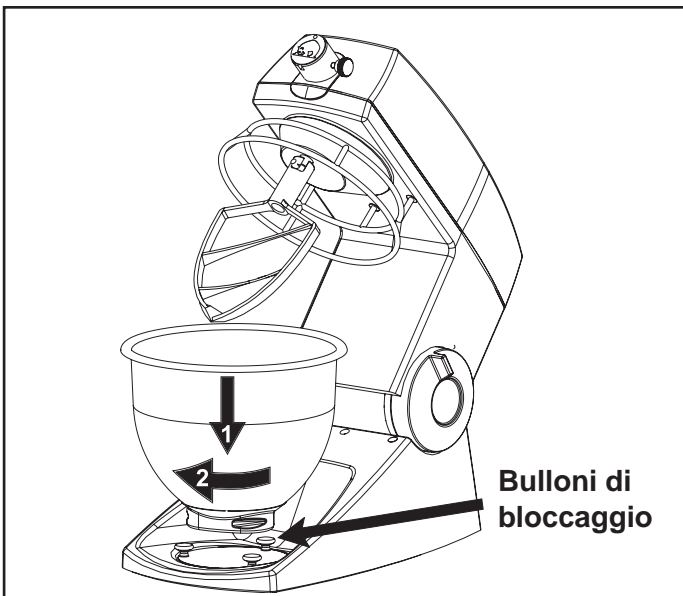

Fig.5: Posizionare la vaschetta nel mixer e girarla per fissarla nei bulloni di bloccaggio.
D. Posizionare la vaschetta tra i tre bulloni di bloccaggio nella base del mixer e girarla in senso orario finché non è bloccata (Fig. 5).